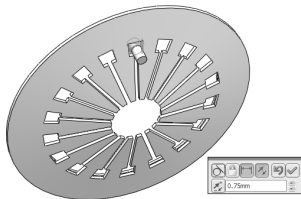

图 5-33 添加铆钉与膜片弹簧的距离配合
STEP 10 添加铆钉与膜片弹簧的距离配合，令铆钉与膜片弹簧空隙的边缘面的距离为 0.75mm，从而定义铆钉相对于膜片弹簧的位置，如图 5-33 所示。